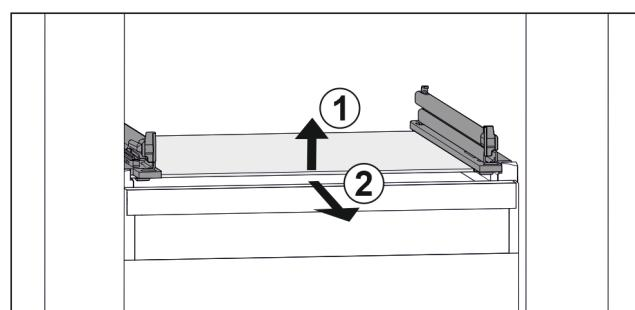

Fig. 111 Примерно изображение на стъклената плоча
- Повдигнете стъклената плоча отпред. Fig. 111 (1)
- Извадете стъклената плоча напред. Fig. 111 (2)